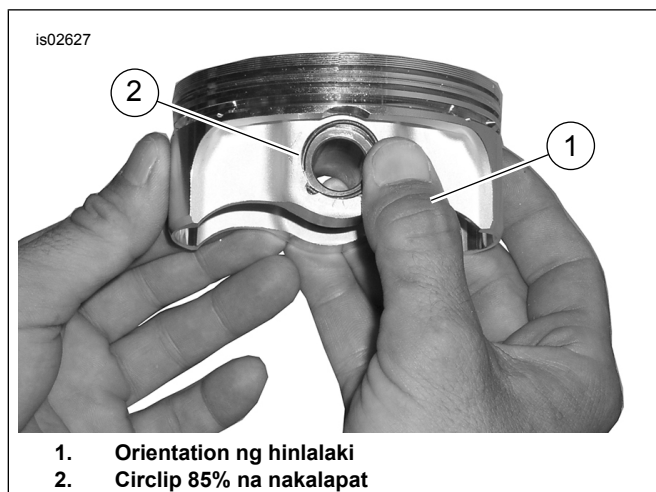

Figure 3. Ikabit ang Circlip (generic piston ang ipinakikita)
2. Tingnan ang Figure 3 . Iposisyon ang iyong hinlalaki (1) tulad ng ipinakikita, at diinan nang mabuti hanggang humigit-kumulang sa 85% ng circlip (2) ang nakapasok na sa uka.